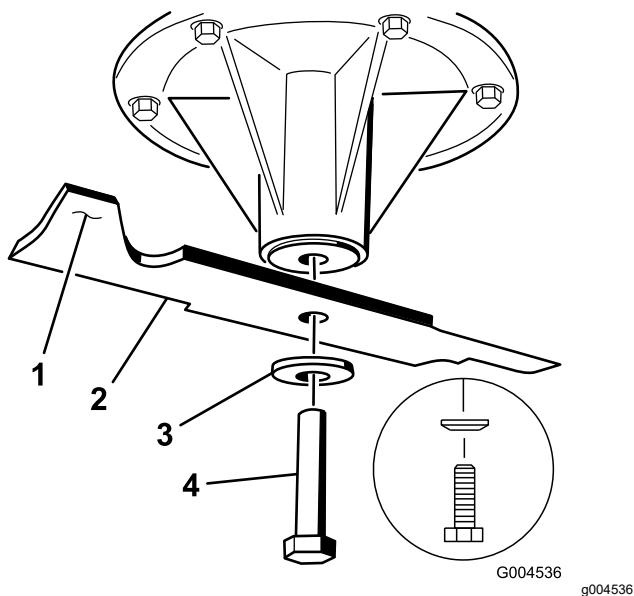

Figure 79
2. Enlevez des axes des lames gauche et centrale, le boulon de lame, la rondelle bombée et la lame (Figure 79).
3. Enlevez de l'axe, le boulon de la lame droite (fileté à gauche), la rondelle bombée et la lame (Figure 79).
1. Reposez sur les axes, les lames gauche et centrale, les rondelles bombées et les boulons de lame (Figure 79 et Figure 80).
Remarque: Orientez le cône de la rondelle bombée vers la tête du boulon (Figure 79).
2. Posez sur l'axe, la lame droite, la rondelle bombée et le boulon de lame (fileté à gauche) (Figure 79 et Figure 80).